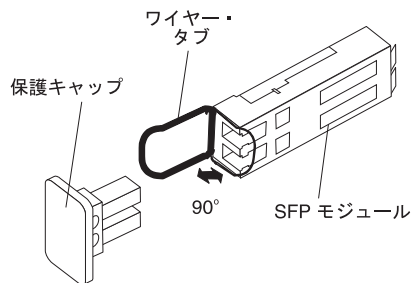

図 33. SFP モジュールのアンロック - ワイヤー・タブの場合
- a. ワイヤー・タブを下方に 90° 引いて SFP モジュールをアンロックします (図 33 を参照)。